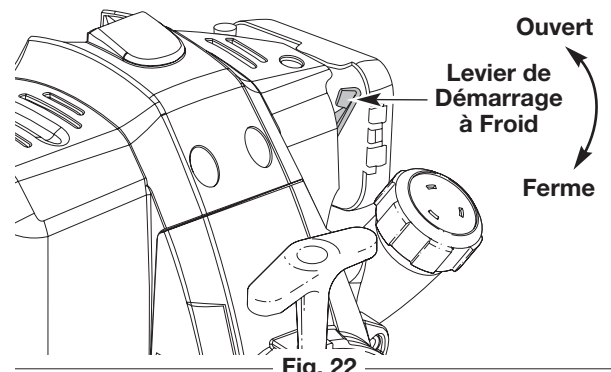

Fig. 22
**SI FROID...** Par temps froid (sous 4°C/ 40°F), mettez le levier de démarrage à froid (Fig. 22) en position fermé et passez à l'étape 3. N'abaissez PAS ce levier si la température dépasse 4°C (40°F).